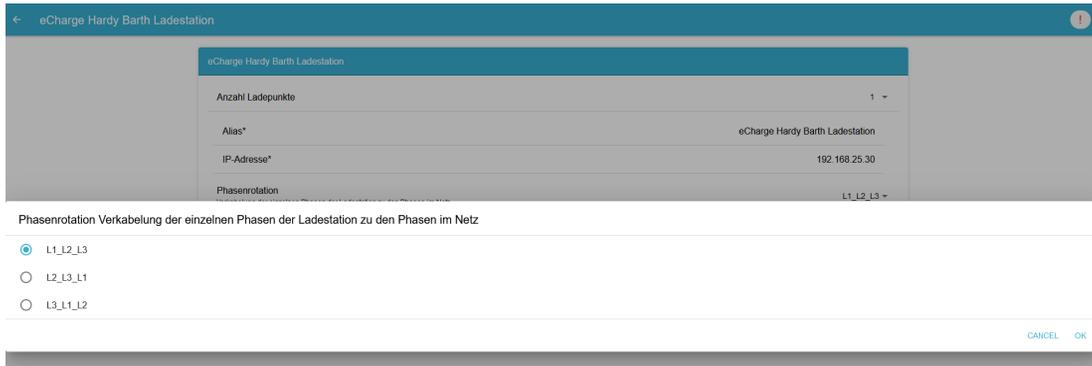

Abbildung 23. App-Installation — Phasenrotation: Schritt 2
- Abbildung 23. App-Installation — Phasenrotation: Schritt 2